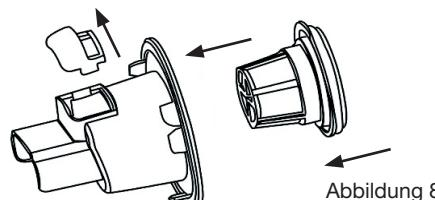

Abbildung 8
- Drehen Sie den feinen Filter, um den Vorfilter herauszunehmen (Abb. 8).